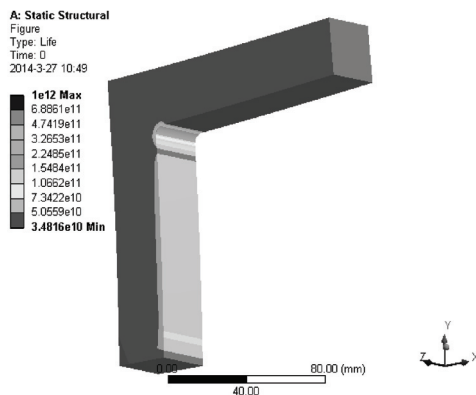

图 18-15 疲劳寿命云图
4) 右键单击 Life 对象，在弹出的快捷菜单中选择 Evaluate All Results，此时进行求解，求解后得到的图形如图 18-15 所示。